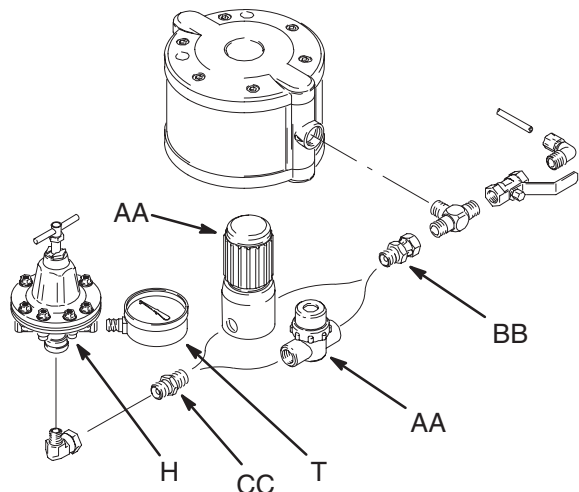

Fig. 2
Consulte la Fig. 2. Instale el filtro de fluido entre la salida de fluido de la bomba y la conexión de la manguera de fluido de la pistola. Si el equipo incluye un regulador de fluido (H), es necesario girarlo de forma que el manómetro (T) no interfiera con el filtro.